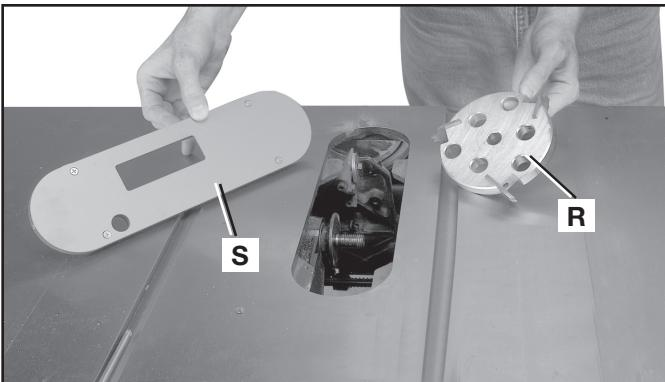

FIG. 70
ADVERTENCIA: No utilice un cabezal portacuchilla para moldura (R) Fig. 70 en la posición del bisel. Además, se debe usar el inserto para mesa de cabezal portacuchilla para moldura (S) en lugar del inserto para mesa estándar.
1. La Fig. 70 muestra un cabezal portacuchilla para moldura (R) ensamblado con el eje de la sierra. Además, se debe usar el inserto para mesa de cabezal portacuchilla para moldura (S) en lugar del inserto para mesa estándar. Asegúrese que el parte móvil sea llano con la tabla antes de proceder.